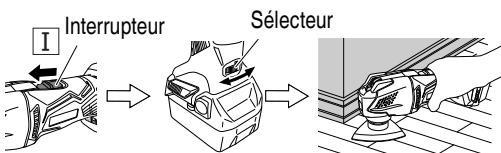

Fig. 11
1. Mettre l'outil sous tension et utiliser le sélecteur pour régler la vitesse de l'outil d'application. (Fig. 11)
2. Placer délicatement l'outil d'application sur le matériau et déplacer l'outil d'application d'avant en arrière à un rythme où le mouvement n'est pas ralenti. (Fig. 11)